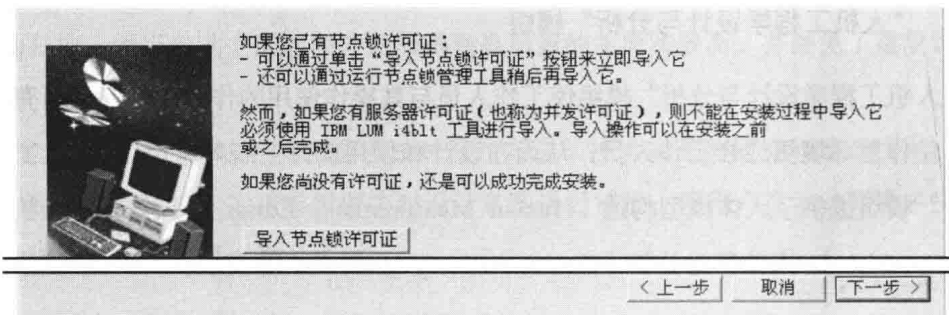

图 1.2.1 导入节点文件
**步骤 03** 系统弹出图 1.2.1 所示的对话框，在该对话框中单击 **下一步 >** 按钮。